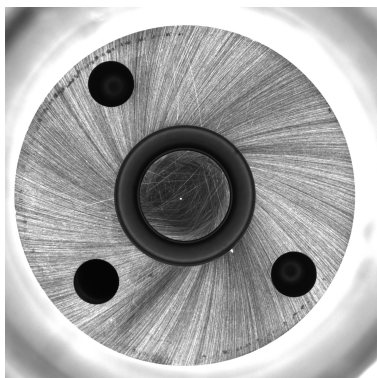

Figura 3. Bico injetor diesel
A Figura 2 destaca as seguintes regiões do bico injetor: base (1), haste (2), cúpula (3), furos de fixação (4 e 5), furo de injeção de combustível (6), guia do corpo (7), furo cego (8), assento da agulha (9), ponta da agulha (10), guia da agulha (11) e espiga da agulha (12) [2]. Os furos de fixação (4 e 5) e injeção de combustível (6) estão localizados em uma região chamada de superfície de vedação, conforme ilustra a Figura 3.